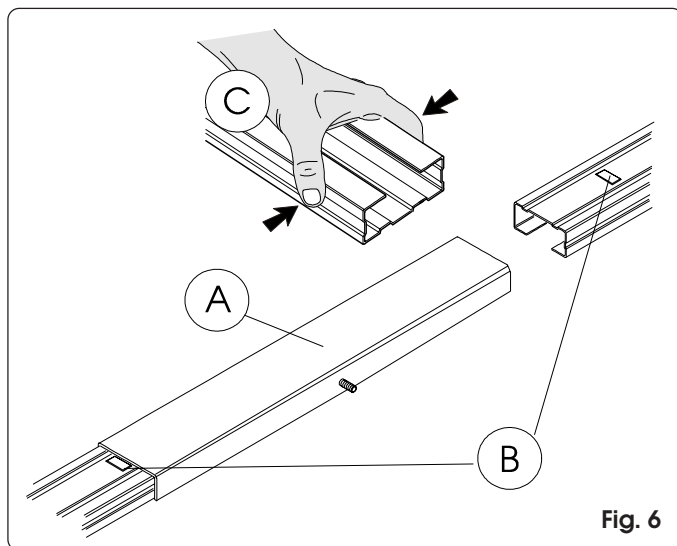

Fig. 6
- 1) Acoplar las dos piezas de la guía de deslizamiento introduciéndolas en la junta central (fig. 6 ref. A) hasta llevar al tope los relieves metálicos de referencia (fig. 6 ref. B). Para facilitar el acoplamiento de la guía de deslizamiento se aconseja introducirla en la junta central comprimiéndola como se indica en la figura 6 ref. C. No utilizar herramientas que podrían deformar la guía o la junta.